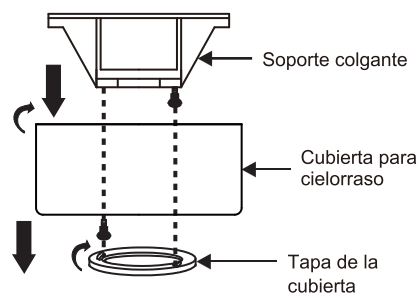

Fig. 5
Paso 1. Retire la tapa inferior de la cubierta decorativa haciéndola girar en sentido antihorario. **(Fig. 5)**
Paso 2. Retire el soporte de montaje para cielorraso de la cubierta quitando uno de los dos tornillos (que debe guardarse). Afloje media vuelta el otro tornillo. **(Fig. 5)**